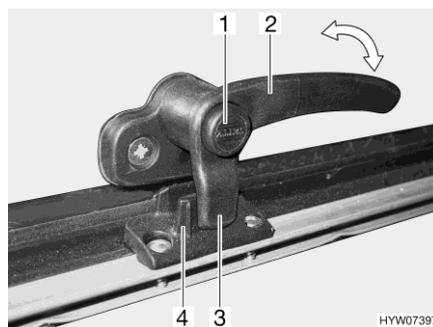
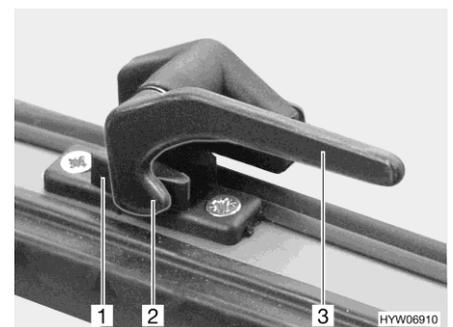

Bild 121 Verriegelungshebel mit Sicherungsknopf in Stellung "geschlossen"
Bild 122 Verriegelungshebel in Stellung "geschlossen"
- Wenn vorhanden, Sicherungsknopf (Bild 121,1) drücken und gedrückt halten.
- Alle Verriegelungshebel (Bild 121,2 oder Bild 122,3) eine viertel Umdrehung zur Haubenmitte hin drehen.
- Alle Verriegelungshebel (Bild 121,2 oder Bild 122,3) eine viertel Umdrehung zum Rahmen hin drehen. Die Verriegelungsnase (Bild 121,3 oder Bild 122,2) liegt auf der Innenseite der Haubenverriegelung (Bild 121,4 oder Bild 122,1).
- in Stellung "fest verschlossen" (Bild 121 und Bild 122)